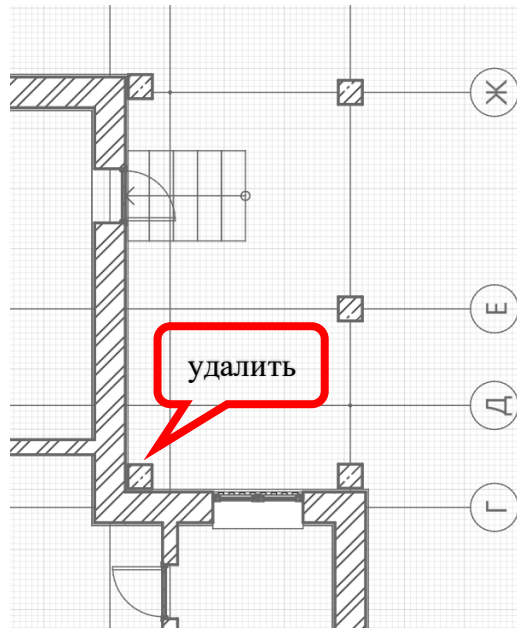

Рис. 9 Удаление колонны
- Одну колонну необходимо удалить (рис. 9)